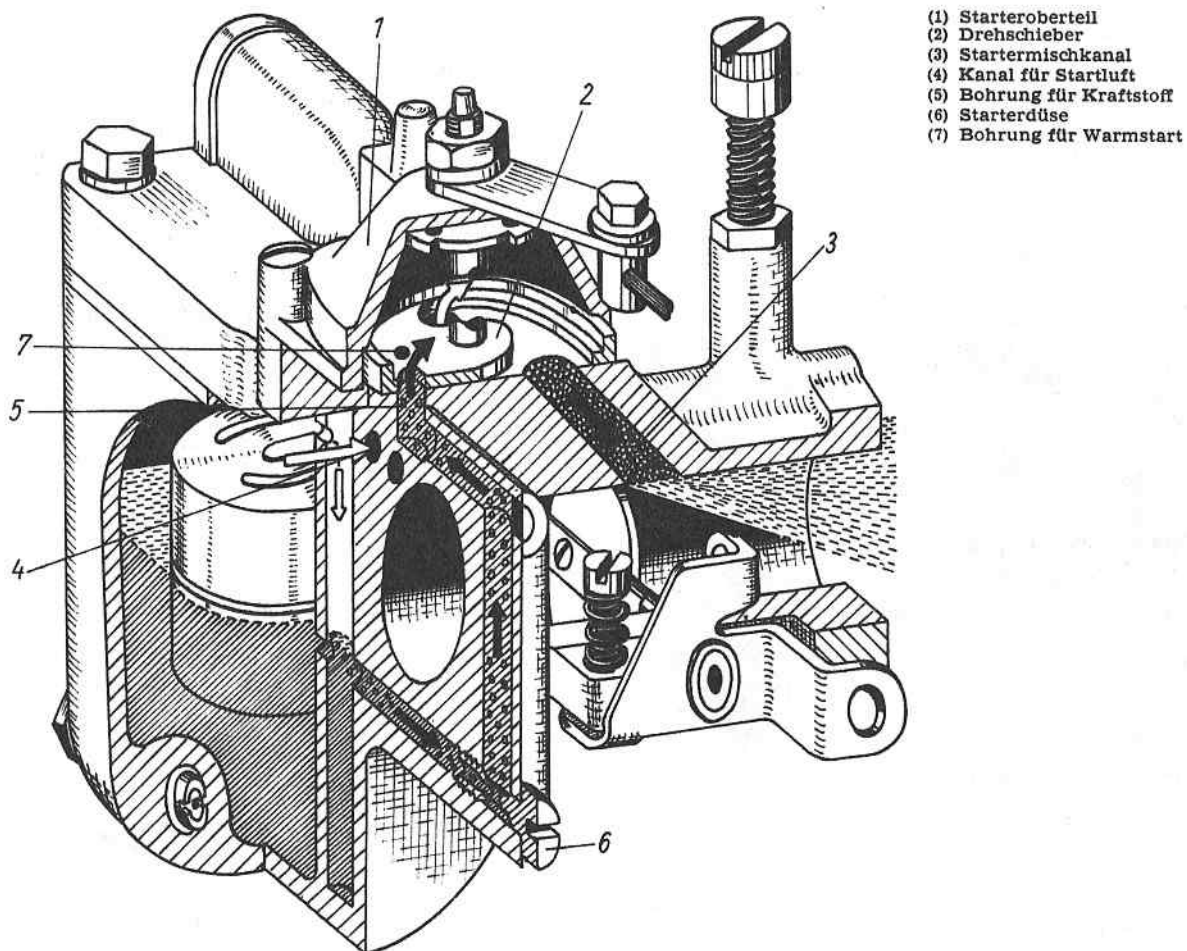

Bild M 61. Vergaser — Startsystem
Durch das Betätigen des Starterzuges wird im Starteroberteil (1) — Bild M 61 — der Drehschieber (2) so verdreht, daß der Startermischkanal (3), der Kanal für die Startluft (4) und die Bohrung für den Kraftstoff (5) zum Raum im Starteroberteil (1) geöffnet sind. Der beim Starten des Motors im Kurbelgehäuse entstehende Unterdruck bewirkt, daß über den Startermischkanal (3) zusätzlich zum wirkenden Leerlaufsystem Kraftstoff-Luft-Gemisch angesaugt wird. Dazu wird Kraftstoff aus dem Schwimmergehäuse über die Bohrung für den Startkraftstoff (5) angesaugt und durch die Startluftbohrung (4) auf dem Weg zur Mischkammer im Starteroberteil (1) vorgemischt. Hierfür ist eine Starterdüse (6) zwischengeschaltet. Im Starteroberteil (1) wird über den Kanal für Startluft (4) Frischluft zugeführt und mit dem vorgemischten Kraftstoff zu einem zündfähigen Kraftstoff-Luft-Gemisch vereint und gelangt über den Startermischkanal (3) zum Motor. Wird der Starterzug nur halb herausgezogen, dann gilt das jetzt wirkende System für einen Start unter der Voraussetzung, daß der Motor bereits warm ist und daher nur eine geringe Starthilfe nötig hat. Der Drehschieber ist dabei so verdreht, daß die Kraftstoffzufuhr zum Raum im Starteroberteil (1) über die Bohrung für Warmstart (7) erfolgt, die wesentlich kleiner ist als die Bohrung der Kraftstoffzufuhr